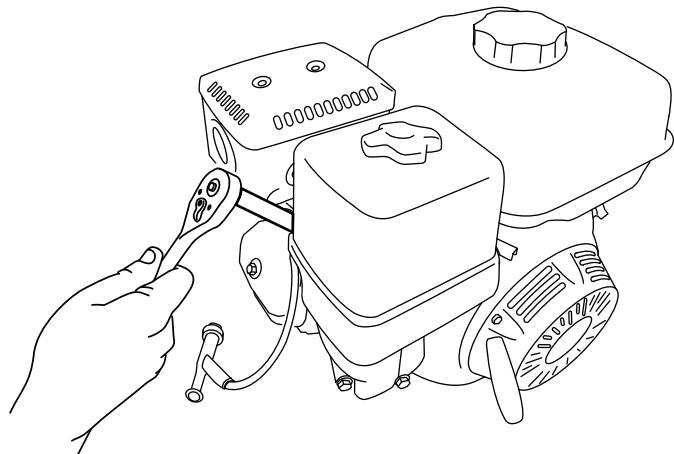

Figure 30
- Avec une clé de 21 mm (13/16 po), tournez la bougie dans le sens antihoraire pour la déposer ainsi que la rondelle d'étanchéité (Figure 30).
2. Avec une clé de 21 mm (13/16 po), tournez la bougie dans le sens horaire jusqu'à ce qu'elle soit en place avec sa rondelle d'étanchéité (Figure 30).